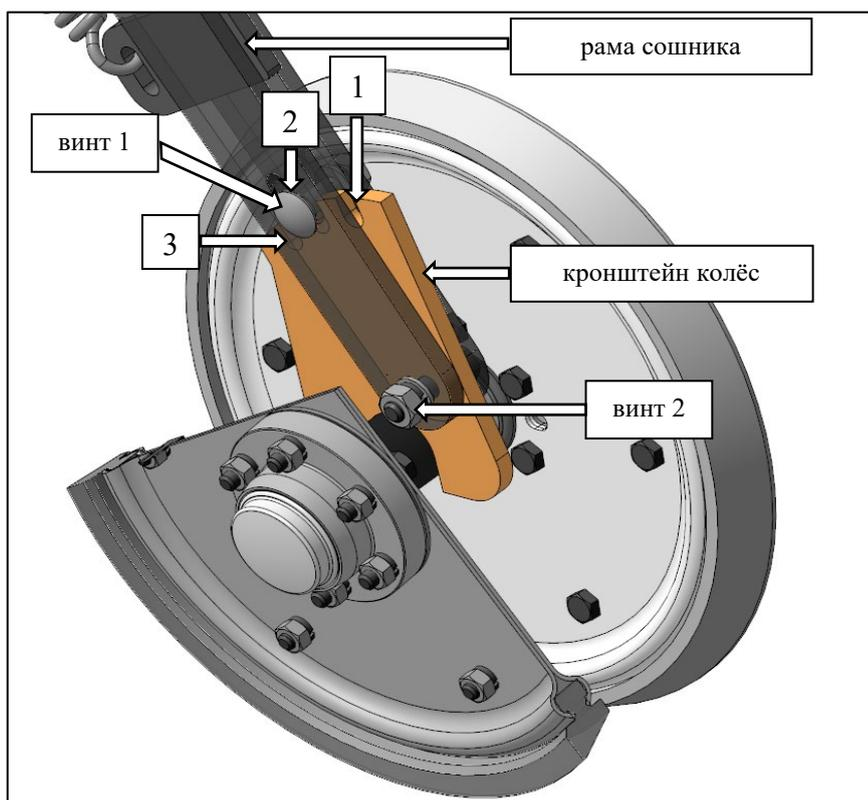

Рисунок 29 – Место соединения кронштейна колёс с рамой сошника (вид в разрезе), 1,2,3 – пазы для фиксации кронштейна
4. Соединить кронштейн и раму сошника винтом 1, затянуть винт 2 в начальное положение, рисунок 29.